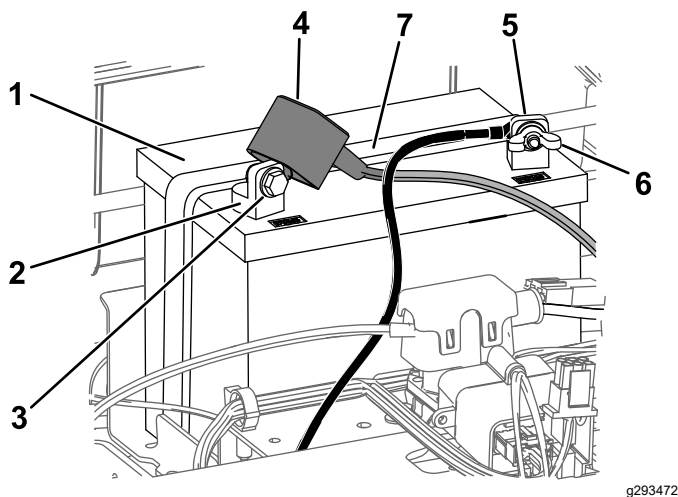

Figura 48
4. Deconectați cablul negativ (negru) de legare la masă de la suportul bateriei (Figura 48).
6. Deconectai cablul pozitiv (rou) de la borna bateriei (Figura 48).
7. Scoatei elementul de fixare a bateriei (Figura 48) și ridicai bateria din compartimentul său.
1. Amplasai bateria în compartimentul său (Figura 48).
5. Fixezi bateria cu elementul de fixare (Figura 48).